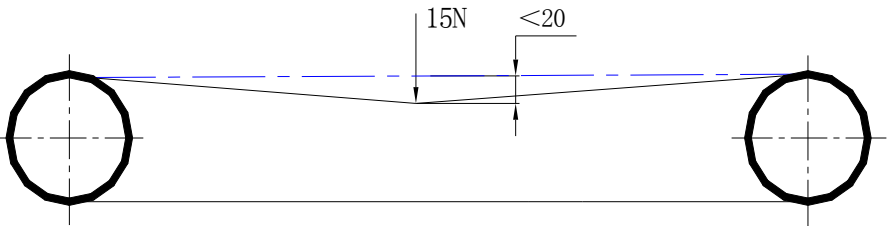

图 4-1 同步带松紧度要求
a) 同步带应定期进行松紧度调整，同步带松紧度要求见图 4-1。